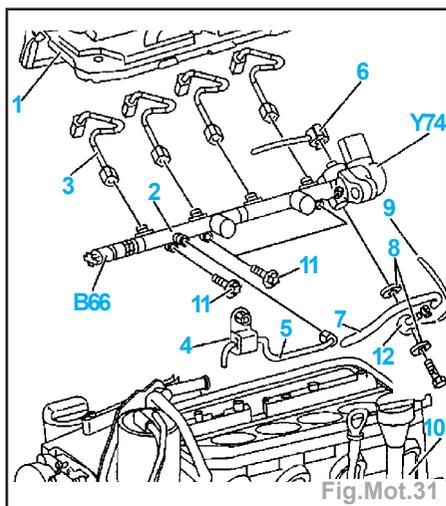

Fig.Mot.31
- Déposer le recouvrement du couvercle (1) (Fig.Mot.31).
- la fiche sur le transmetteur de pression (B66) de la rampe (2),